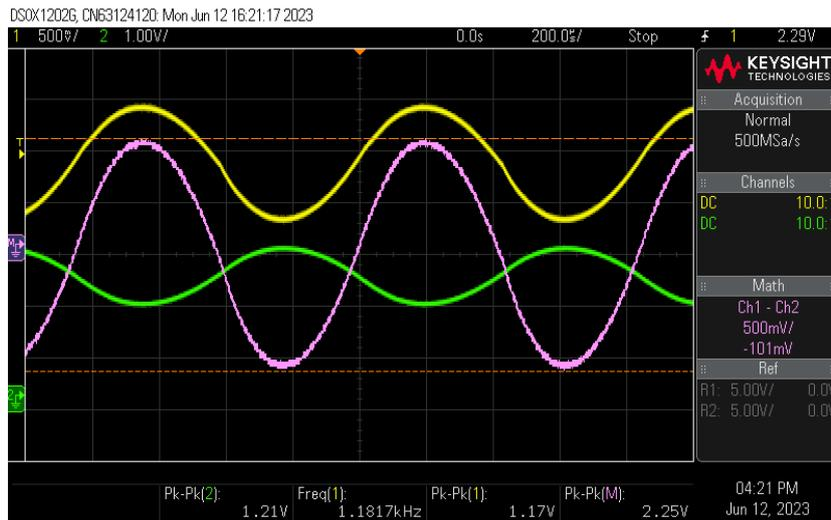

Figure 3.1 – Capture de l’oscilloscope de la tension différentiel entre les deux broches de sortie de l’amplificateur de puissance.
Il est à noter que le montage ne fonctionne que dans le cas où C_B relié à Bypass (2) est retirée. Par conséquent la suite illustrera les tests sans ce condensateur. Afin de tester le bon fonctionnement du montage, il faut passer en entrée un signal sinusoïdale centré sur V_{ref} et observé la sortie du montage avec deux sondes sur un oscilloscope pour pouvoir faire avec « Math » le calcul de la tension différentielle de sortie (figure 3.1).